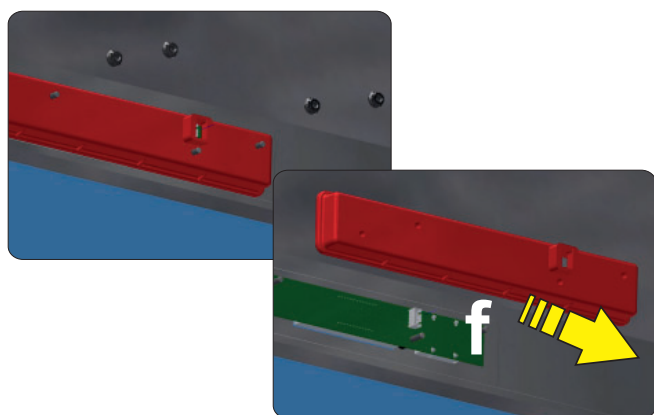

рис. 23
- Снимите пластиковую защитную коробку (положение **f** - см. **рис. 23**).